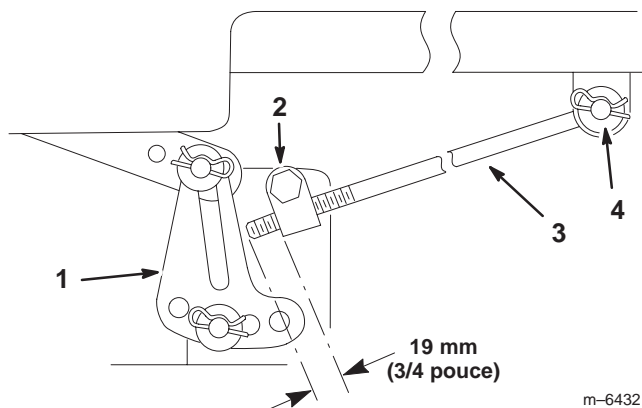

Figure 41
5. Mesurez la longueur de tige qui dépasse du bloc de réglage sur les côtés du châssis (Fig. 41).
6. Si la longueur n'est **pas** égale à 19 mm (3/4 pouce), retirez la goupille fendue et la rondelle de l'extrémité de la tige (Fig. 41), puis vissez ou dévissez la tige jusqu'à obtention de la longueur requise.